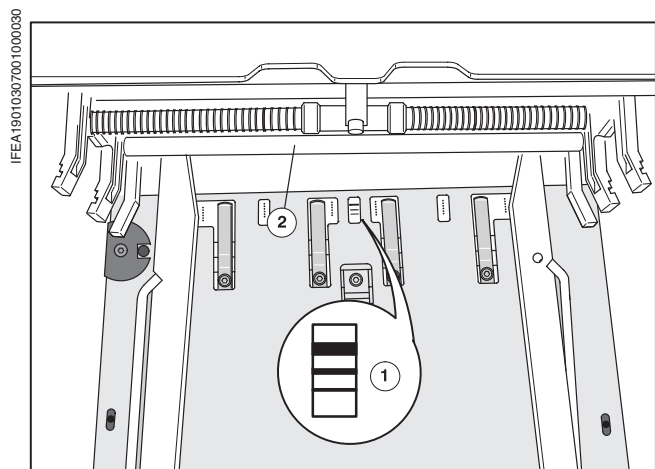
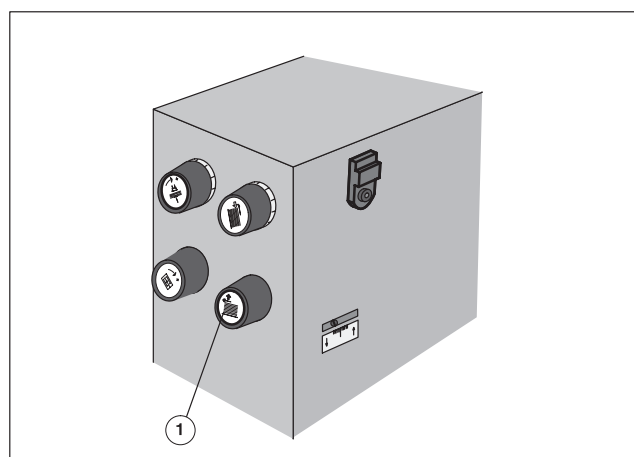

Рис. 8 Выравнивание верхней кромки стапеля
Рис. 9 Поворотная ручка для регулировки высоты стапеля
С помощью поворотной ручки (Рис. 9/①) выровнять верхнюю кромку стапеля в зависимости от толщины печатного материала по шкале (Рис. 8/①).
- ① Поднять стапель рукояткой до нижней отметки.
- ② Поворотную ручку для регулировки высоты стапеля (Рис. 9/①) поворачивать против часовой стрелки и установить на самую нижнюю рабочую высоту.
- ③ Запустить машину и тем самым запустить автоматическую транспортировку стапеля.
- ④ Если штанга (Рис. 8/②) касается верхнего листа и останавливает автоматическую транспортировку стапеля, поворачивать поворотную ручку (Рис. 9/①) по часовой стрелке до тех пор, пока не будет выставлена нужная высота стапеля.